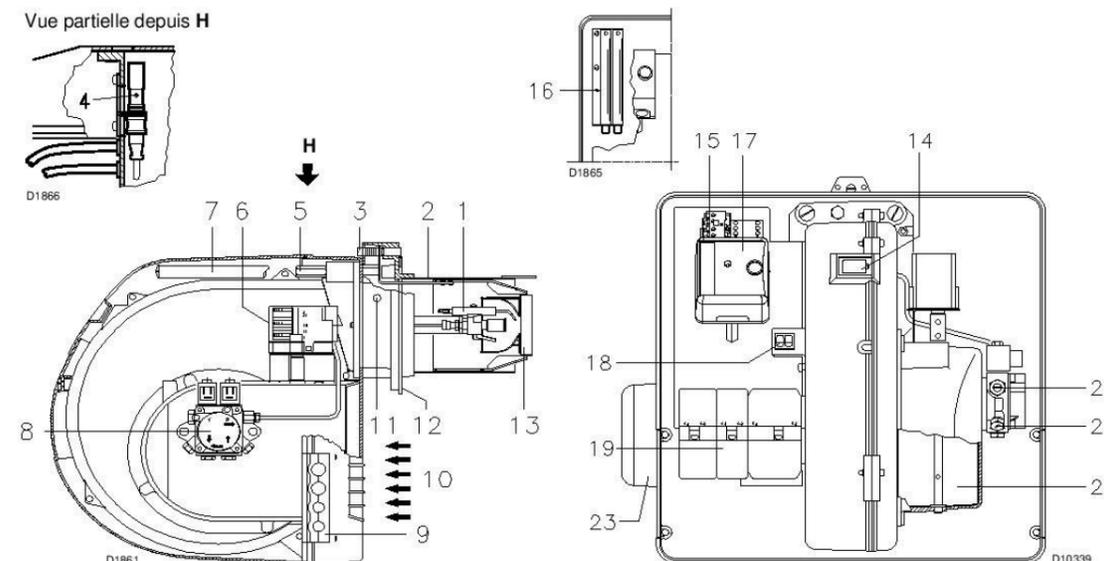
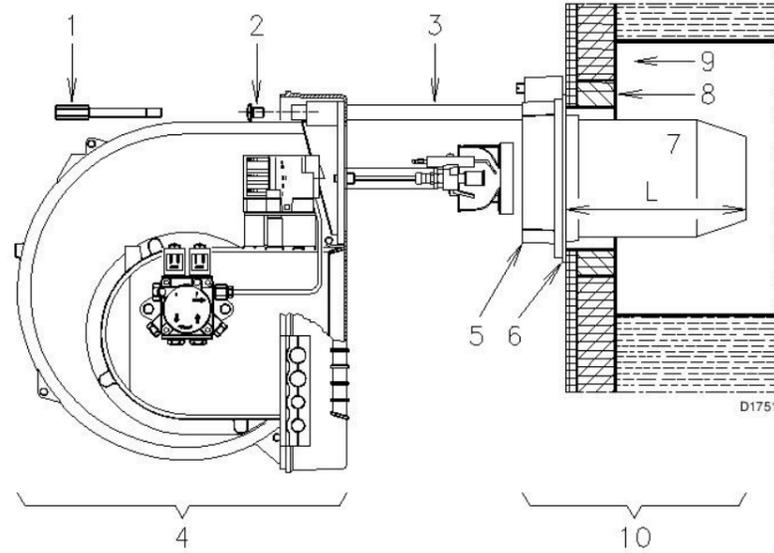

Fig. 6
Fig. 11
L'allumage du bouton du coffret de sécurité 18)(Fig. 6) avertit que le brûleur s'est bloqué.
- S'il était nécessaire de remplacer le gicleur une fois que le brûleur a déjà été installé sur la chaudière, ouvrir le brûleur sur les guides comme indiqué en Fig. 11, page 13, après avoir monté les rallonges 16)(Fig. 6, page 10), et procéder comme ci-dessus.